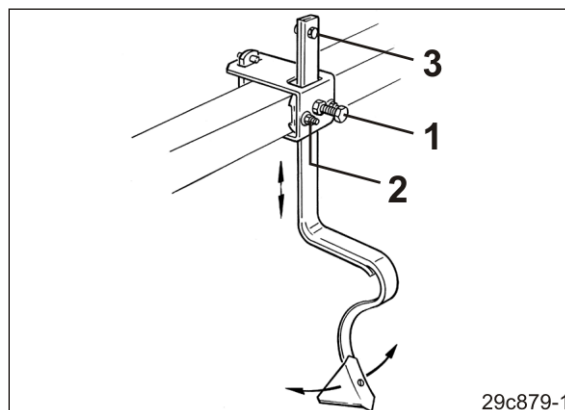

Fig. 185
- 1.1 Løsne kontramutter og sekskantskruen (Fig. 185/1).
- 1.3 Løsne to muttere (Fig. 185/2) og sving traktorhjul-sporløseren.
Sikringsskruen (Fig. 185/3) forhindrer at sporldøseren faller av når festeskruen løsner.